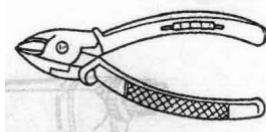

图 1-7 断线钳
② 使用钢丝钳注意事项：第一，使用前应检查绝缘柄是否完好，以防带电作业时触电。第二，当剪切带电导线时，绝不可同时剪切相线和零线，或两根相线，以防发生短路故障。
(3) 断线钳 常用的断线钳钳柄有铁柄、管柄和绝缘柄三种形式，绝缘柄断线钳的外形如图 1-7。断线钳专门用于剪断较粗的金属丝、线材及电线电缆等，其中电工常用的绝缘柄断线钳耐压强度为 1 000 V。